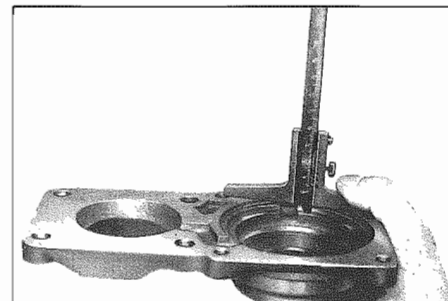

Fig. 56 - Flangia di guida
- Misurare la profondità della corrispondente gola nella flangia di guida (Fig. 56).
- La differenza dei due valori misurati, meno 0—0,1 mm per il gioco assiale (fortemente raccomandabile il valore 0,0) dà lo spessore dei rasamenti (202) che devono essere alloggiati nella gola della flangia di guida. I rasamenti sono disponibili negli spessori di 0,6-0,7 e 0,8 mm.
- Fissare con grasso il rasamento nella gola. Spalmare con ermetico la superficie di tenuta della flangia di guida. Infilare la flangia di guida sull'albero presa diretta fino all'appoggio contro la scatola. Avvitare i dadi (102) con la rosetta di sicurezza (103) sui prigionieri e serrare con un momento di 20-25 Nm (2,0-2,5 kpm).
- Determine depth of pertinent recess in guide flange (Fig. 56).
- The difference of the two dimensions less 0 to 0.1 mm for end play (trying for dimension 0.0) provides the thickness of the fitted washers (202) to be placed into recess of guide flange. Fitted washers are available 0.6, 0.7 and 0.8 mm thick.
- Glue fitted washer with grease into recess. Coat sealing surface of guide flange with sealing compound. Slide guide flange over input shaft and abut against housing. Screw nuts (102) with spring washers (103) on studs and tighten to 2 to 2.5 kpm.